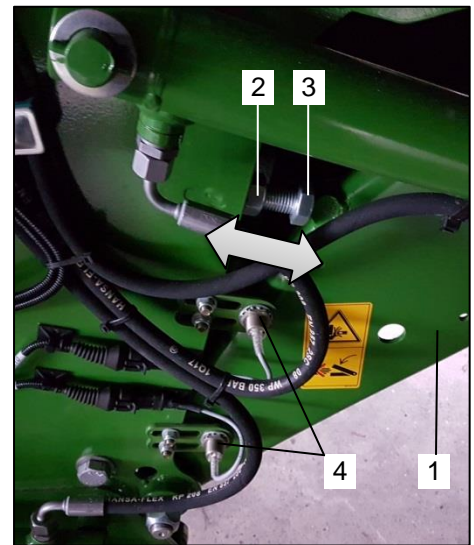

Bild 134: Abstandsmaß einstellen
- Messen Sie im Förderkanal auf der linken Seite den Abstand zwischen Messer (Bild 1 / Pos. 1) und Rotortrommel (Bild 134 / Pos. 2).
- Messen Sie im Förderkanal auf der rechten Seite den Abstand zwischen Messer (Bild 134 / Pos. 1) und Rotortrommel (Bild 134 / Pos. 2).
<p>Das Schneidwerk (Bild 134 / Pos. 1) ist mit Sensoren (Bild 134 / Pos. 4) ausgestattet. Wird das Abstandsmaß eingestellt, muss anschließend eine Anpassung der Schneidwerk Sensoren (Bild 134 / Pos. 4) erfolgen.</p> <p> Hierzu sind die Handlungsanweisungen und Hinweise in der Betriebsanleitung im Kapitel „Funktionsweise und Einstellungen“ im Abschnitt „Elektrik“ zu beachten!</p>